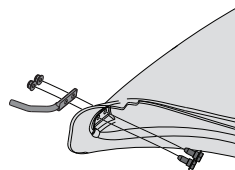

Figure 17
1. À partir de l'intérieur du botte, insérez 2 boulons (738-1225), du pack matériel 689-00636, dans les trous situés à la base de l'avant de la botte. Voir Figure 17.
2. Placez la tige de montage (747-06043) par-dessus les boulons. Assurez-vous que la tige pointe dans la direction opposée du coude. Voir Figure 17.
3. Commencez par serrer les écrous autobloquants (712-04064) sur les boulons. Voir Figure 17.